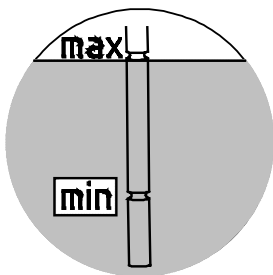

図 27: オイルレベルゲージによるオイルレベルの点検
4. **オイルリザーバー付きギヤユニット:** オイルレベルは、オイルリザーバ内のディップスティック (ねじ山 G1¼) 付き止めネジを使って点検します。ディップスティックを完全にねじ込んだときに、オイルレベルが下マークと上マークの間になければなりません (図 27 を参照)。オイルレベルは、必要に応じて該当する種類のオイルで補充します。このギヤユニットは、7.1 章 "構造およびメンテナンス"章に示されている構造形状でのみ作動させることができます。